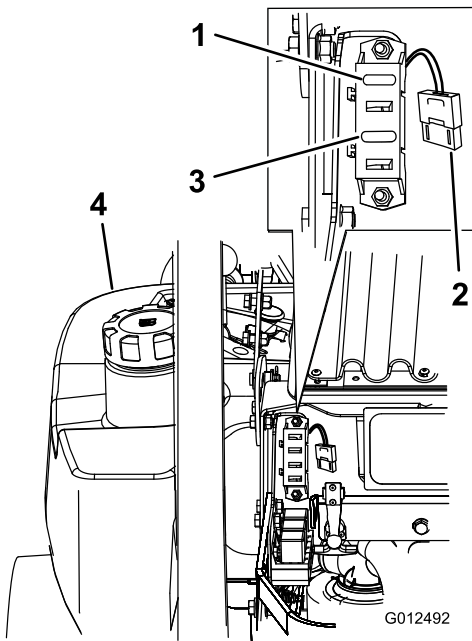

Figure 52
- Déverrouillez et soulevez le capot pour accéder au porte-fusibles (Figure 52).
- Remplacez le fusible (Figure 52).